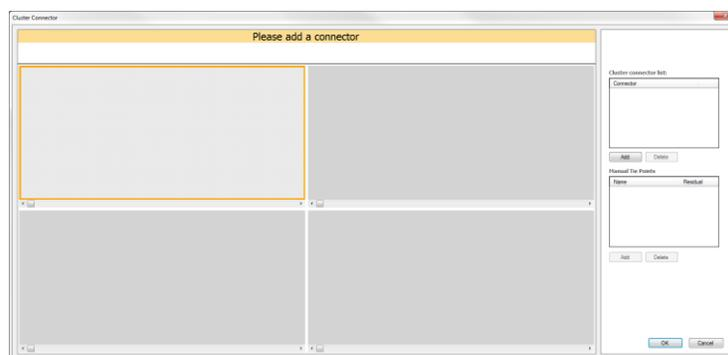

图 42: 组连接器
1. 要连接图像组，单击**组连接器**按钮，此时将打开下面的窗口，如图 42 所示。